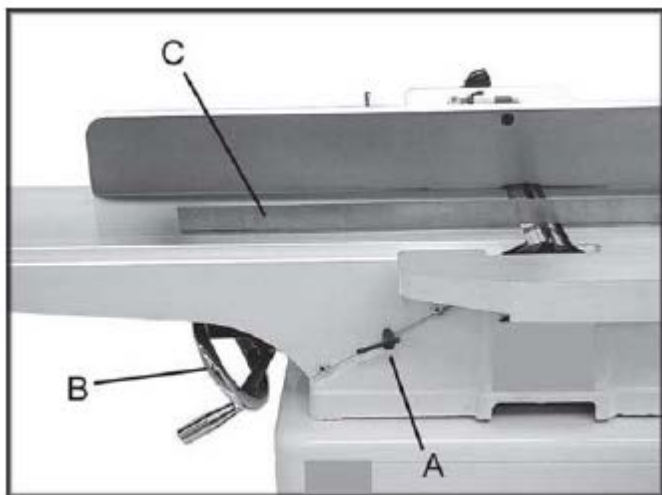

Рис. 9
1. Поставить поверочную линейку (рис. 9, C) на отводящий стол через режущий вал.
3. Ослабить винт фиксации стола (рис. 9, A) и поднять отводящий стол на высоту первого ножа вращением маховичка (рис. 9, B). При вращении маховичка против часовой стрелки стол будет подниматься, по часовой стрелке – опускаться. Поставить поверочную линейку на стол и режущий вал (рис. 9, C).